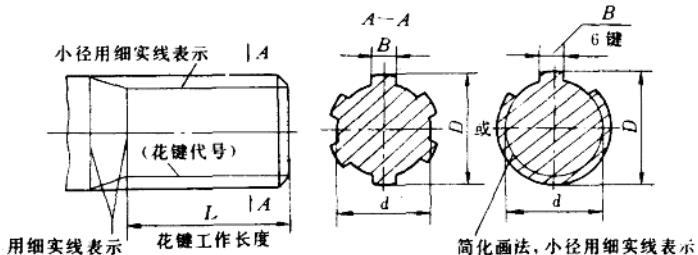
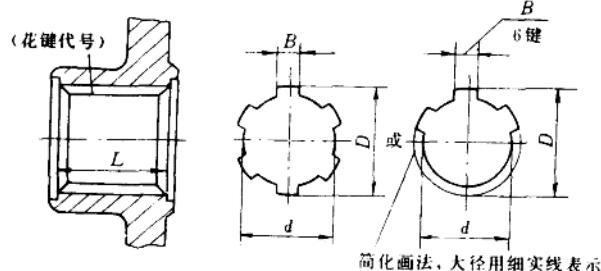

图 1-9 矩形外花键的画法和尺寸标注
图 1-10 矩形内花键的画法和尺寸标注
2) 矩形花键的形式和标记 外花键的画法见图 1-9,内花键的画法见图 1-10。